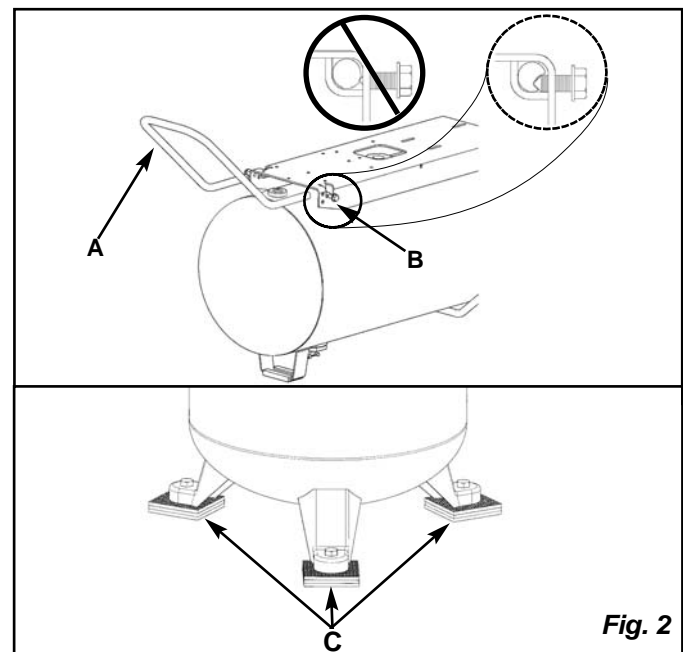

Fig. 2
3. If necessary for your model, install the handle (see **A**) by inserting the ends into the base and secure with the bolts (see **B**) provided (see **Fig. 2**). Tighten bolts against base.
poignée (**A**) en insérant les extrémités dans la base et en les fixant à l'aide des boulons (**B**) fournis (**Fig. 2**). Serrez les boulons contre la base.
3. Si es necesario para su modelo, instale la manija (vea **A**) introduciendo los extremos en la base y asegurándolos con los 2 pernos (vea **B**) provistos (**Fig. 2**). Apriete los pernos contra la plataforma.